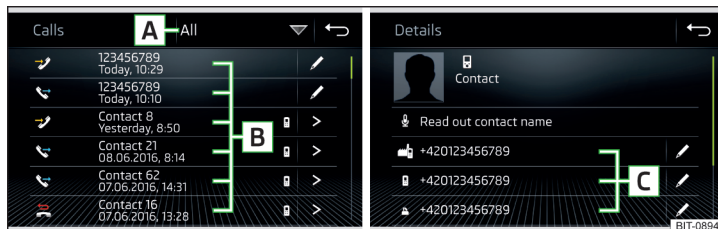

Fig. 150 Lista de apeluri/Details contact
- ▶ În meniul principal *Telefon*, acționați suprafața de comandă funcții , se afișează o listă de apeluri » fig. 150.
- > Afișarea detaliilor contactului » fig. 150